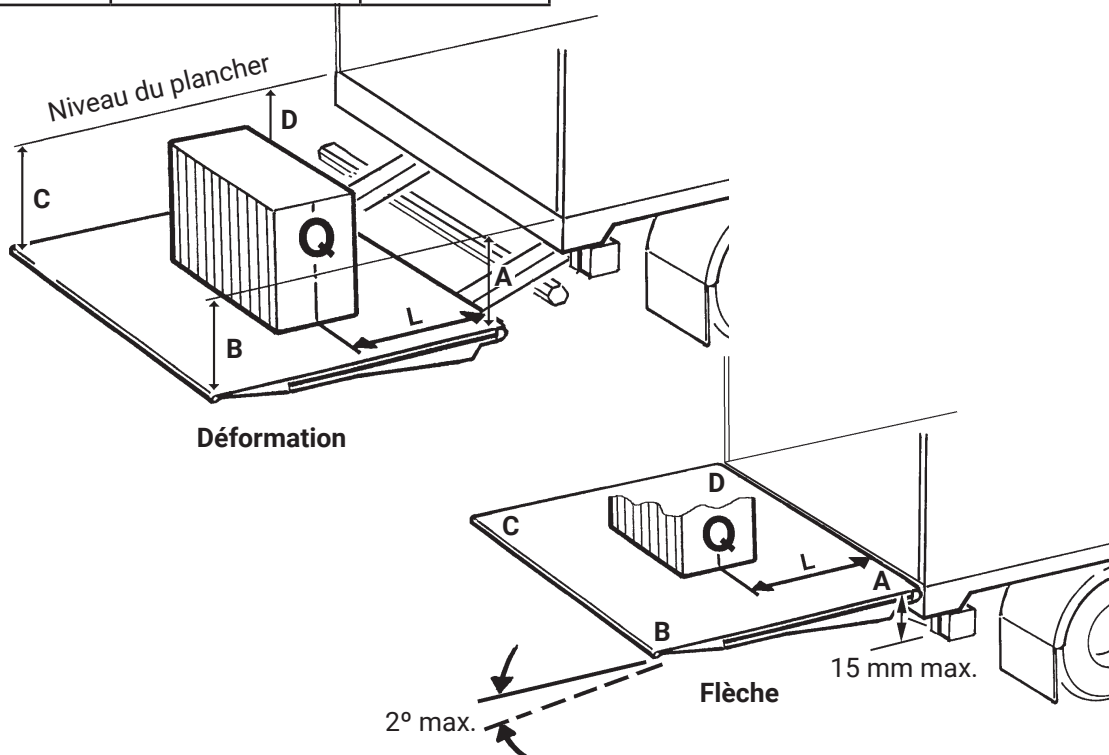

Figure 100. Test et vérification
- Placez le hayon élévateur à mi-hauteur entre le sol et le plancher du véhicule, la plate-forme à l'horizontale. Mesurez les dimensions de comparaison A-B-C-D, comme indiqué sur l'illustration Figure 100.